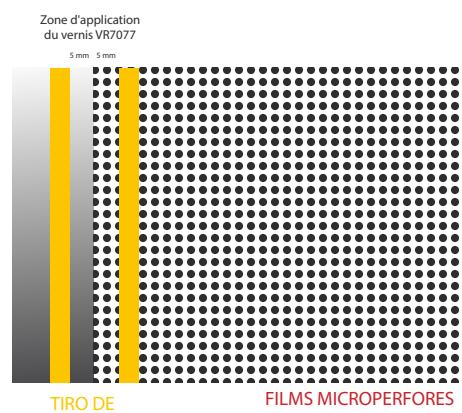

Figure 33
- › Appliquer 2 bouts de Tiro de masquage. (FIG. 33)